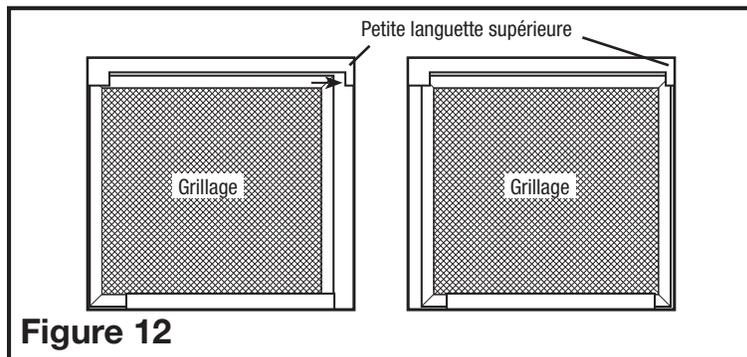

Figure 12
- Faites glisser le grillage vers la plus petite languette supérieure en vous assurant que le grillage se place derrière la languette (**Figure 12**).
- Confirmez que le grillage est maintenu en place par les deux languettes supérieures (**Figure 12**).